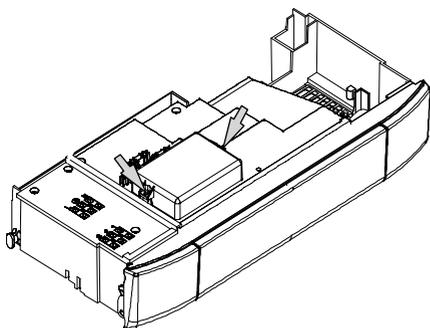

Fig. 5.25
- Togliere le due viti indicate in Fig. 5.25 e aprire il coperchio della morsettiera collegamento **sonda esterna**.
Svitare le viti e rimuovere il coperchio copri morsettiera (Fig. 5.25).